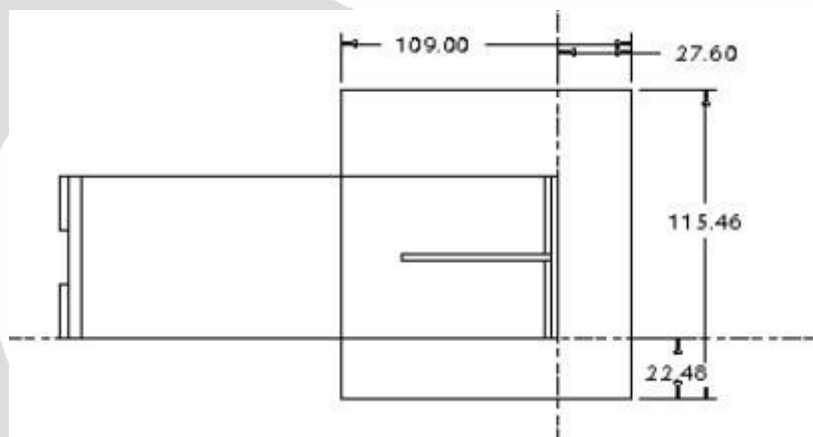

图 6-11 绘制的工作区
- (1) 单击菜单【视图】→【视图管理器】选项，打开【视图管理器】对话框。
- (2) 单击【新建】按钮，在【名称】栏中输入简化表示的名称“Sim1”，按回车键确认，图形窗口右下角显示“简化表示：sim1”。
- (3) 选中新建的“sim1”，单击右键，在弹出的快捷菜单中单击【重定义】选项。
- (4) 在弹出的【编辑方法】菜单中单击【工作区】选项。
- (5) 在草绘工作环境，大致绘制如图 6-11 所示的一个矩形（其中尺寸不作精确要求，所绘图形只需包括图中所示部分即可）。